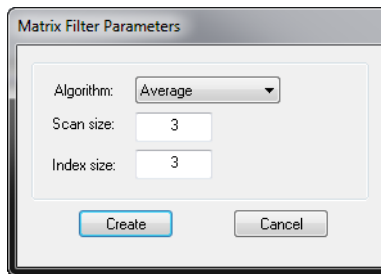

Figure 7-59 Boîte de dialogue Matrix Filters Parameters
- a) Réglez le paramètre **Algorithm** à **Average**, **Minimum** ou **Maximum** (voir la Figure 7-59 à la page 420).